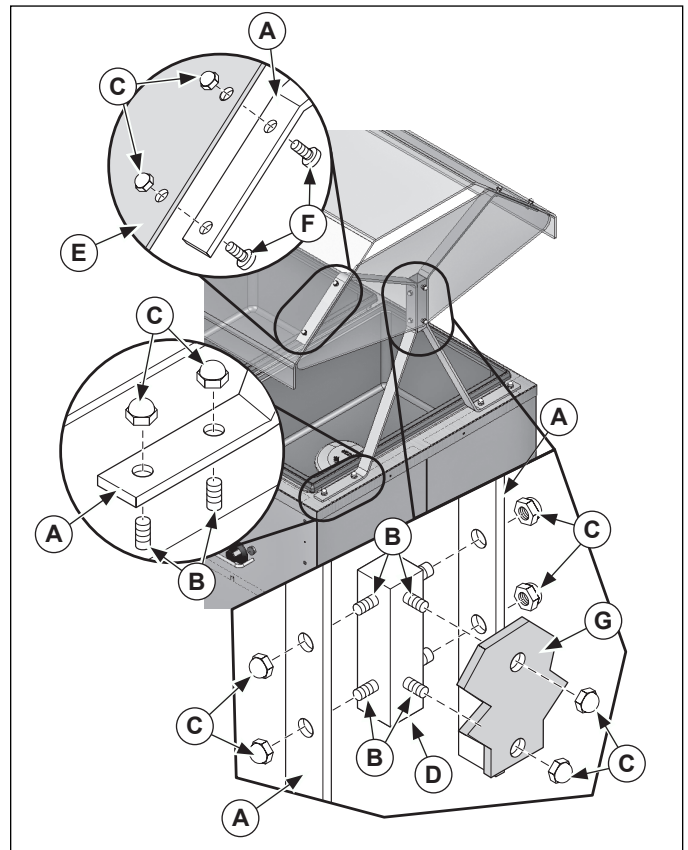

Figura 1. Instalación de la protección contra aliento
1. Instale los postes de la protección (A) en los vástagos (B) afianzándolos con los tapones roscados (C) tal como se muestra. Consulte la Figura 1. Repita el procedimiento con los cuatro postes.